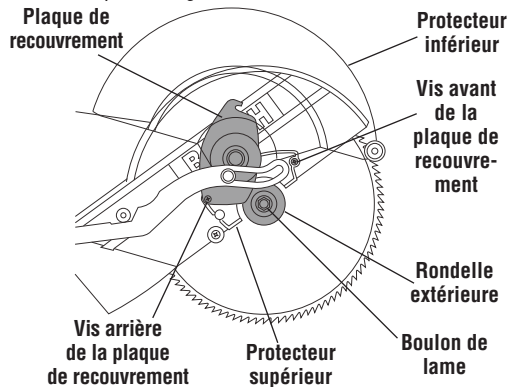

Figure 1. Dépose de la lame
2. Desserrez, mais n'enlevez pas complètement, les deux vis de la plaque-couvercle (avant et arrière). (Figure 1)
3. Soulevez le capot inférieur et la plaque-couvercle de manière à pouvoir accéder au boulon de lame (Figure 1).
5. Placez l'équerre combinée sur la table et appuyez-la contre la lame. (voir figure 1)